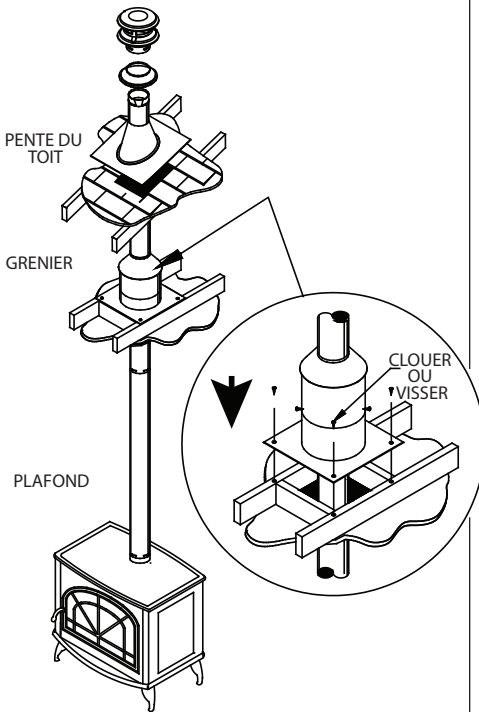

Figure 6
Secure Pellet ne nécessite pas d'autre produit d'étanchéité pour les joints de tuyaux, mais un tel produit peut être utilisé dans certaines circonstances. Sceller le chevauchement du revêtement intérieur à l'extrémité mâle du tuyau pour de meilleurs résultats (**Figure 6**)
poser un écran d'isolation de grenier autour du conduit (**Figure 6**). Cela empêchera l'isolant et les débris de s'accumuler près du tuyau de ventilation. Utiliser (4) clous ou vis à bois pour fixer la base de l'écran d'isolation de grenier à l'ouverture encadrée. Ajuster la hauteur de l'écran d'isolation en faisant glisser l'écran cylindrique supérieur sur celui de la base. Veiller à ce que le sommet de l'écran soit au-dessus du niveau des produits isolants de bâtiments. Fixer l'écran en place à l'aide d'au moins deux (2) vis à tôle dans la paroi de l'écran cylindrique. Poser un collet autour du tuyau, puis l'abaisser au-dessus de l'écran d'isolation de grenier.